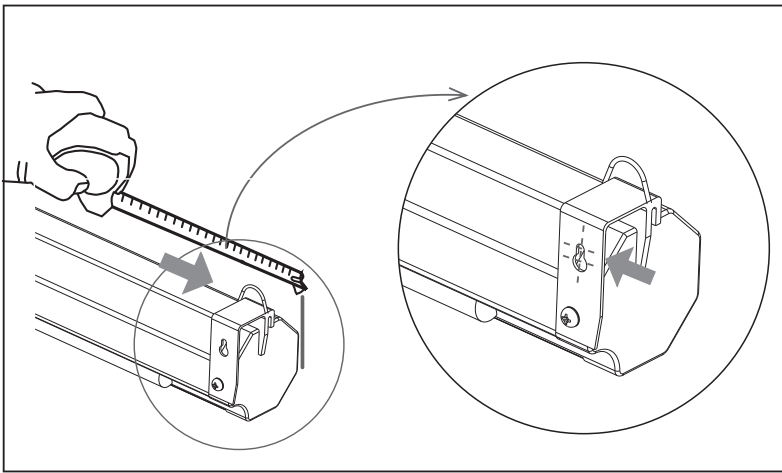

Рис. 1
- подвешивание на стену: замерьте расстояние между петлями на корпусе, как показано на рис. 1. Прикрутите шурупы соответствующего диаметра к стене с учетом высоты экрана, подвесьте экран крепежными петлями на шурупы, как показано на рис.2;